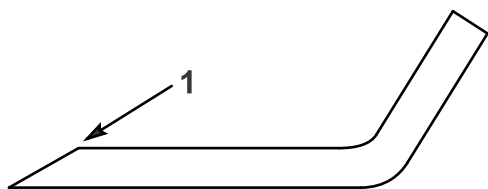

Figure 39
- Au moyen d'une lime, aiguisez les tranchants aux deux extrémités de chaque lame (Figure 39). en veillant à conserver l'angle de coupe d'origine. Limez la même quantité de métal sur les deux tranchants pour ne pas déséquilibrer la lame.